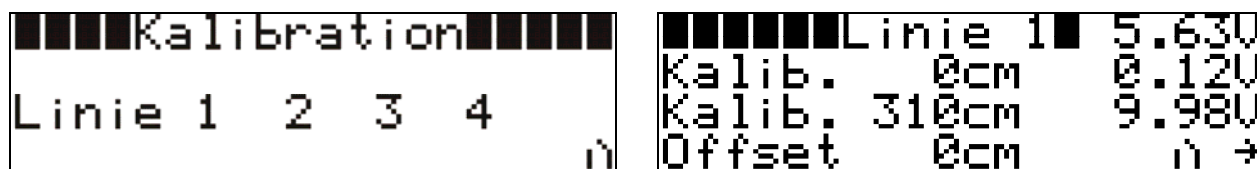

Abb. 9: Kalibrierung
Ist das Rückmelde-Potentiometer der ausgewählten Futterlinie richtig an die Höhensteuerung angeklemt, wird oben rechts im Kalibrierungsmenü eine leicht schwankende Spannung in Volt (V) angezeigt (siehe Beispiel Abb. 9: 5.63V).
Im zweiten Schritt wird die Futterlinie auf eine beliebige Höhe gefahren. Der Abstand von Futterlinie zu Betonplatte muss nun möglichst genau bestimmt werden. Danach wird dieser Abstand im Kalibrierungsmenü der Futterlinie in der zweiten Zeile als Kalibrierhöhe eingetragen (siehe Beispiel Abb. 9: 310cm). Zum Schluss wählt man mit dem Cursor `Kalib.` in der dritten Zeile des Displays aus und drückt den Drehknopf. Der in der ersten Zeile angezeigte Spannungswert wird daraufhin am Ende der dritten Zeile angezeigt.